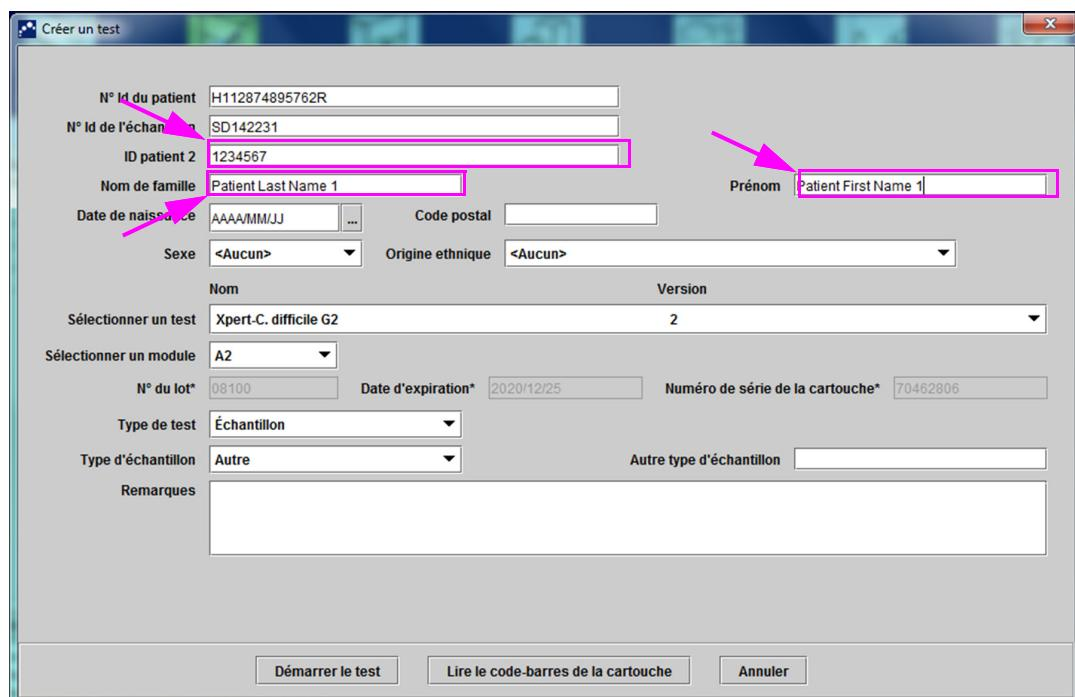

Figure 5-23. Boîte de dialogue Crée un test avec les champs ID patient et ID échantillon affichés
4. Lisez le code-barres de la cartouche à l'aide du lecteur de code-barres fourni. Voir la Section 5.5. La boîte de dialogue Crée un test apparaît comme illustré dans la Figure 5-23. Notez que le logiciel remplit automatiquement les champs avec les informations requises dans la fenêtre Crée un test.
6. (Facultatif) Si l'option **Nom du patient** est activée, placez le curseur dans le champ **Nom de famille** et saisissez le nom de famille du patient, puis mettez le curseur dans le champ **Prénom** et saisissez le prénom du patient (voir la Figure 5-23).